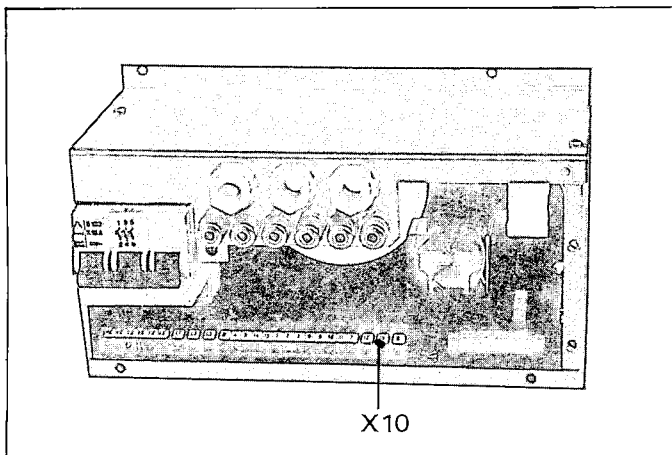
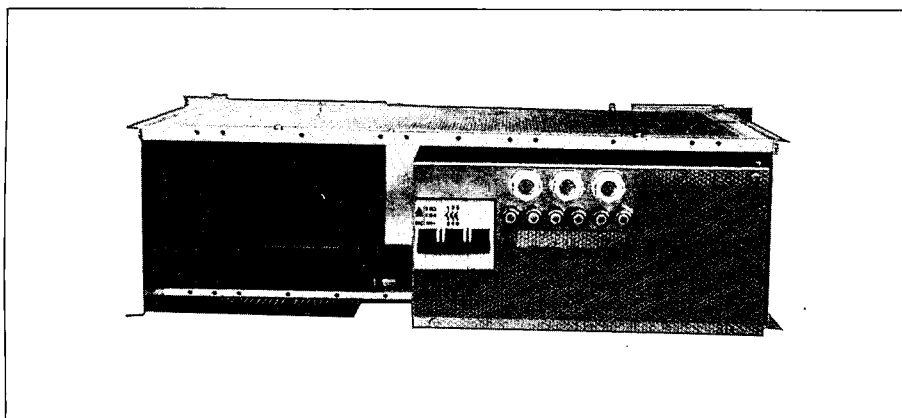

Fig. 5
Fig. 6
2.3.3 Application 3 Fig. 5, fig. 6
2.3.3 Mode d'utilisation 3 Fig. 5, Fig. 6